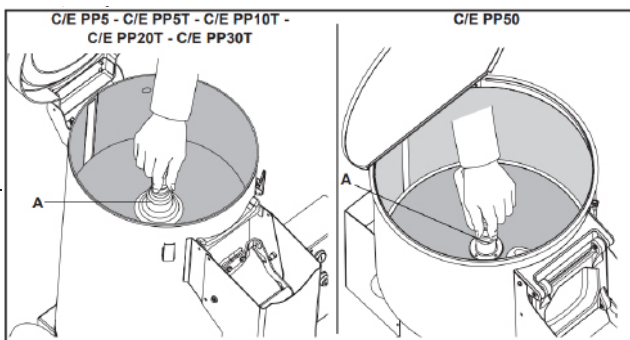

Abb. 7
- Entfernen Sie die Schabescheibe mit dem entsprechenden Griff (Abb. 7, Verweis A) und entfernen Sie mit Wasser die restliche Schale von der Scheibe und das Innere des Behälters. Verwenden Sie keine Lösungsmittel oder Reinigungs-